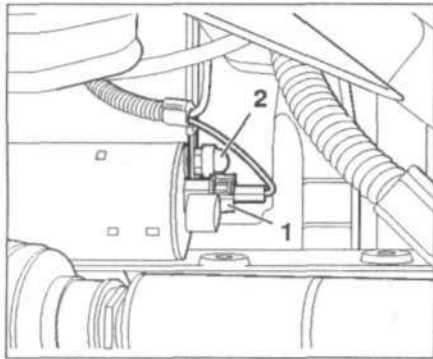

Рис. 12.1. Отсоедините разъем проводки 1 цепи 50. Снимите пластиковую крышку 2 и отсоедините провод от клеммы 30 электромагнита стартера.
2. Отсоедините разъем проводки 1 цепи 50 (рис. 12.1). Снимите пластиковую крышку 2 и отсоедините провод от клеммы 30 электромагнита стартера.